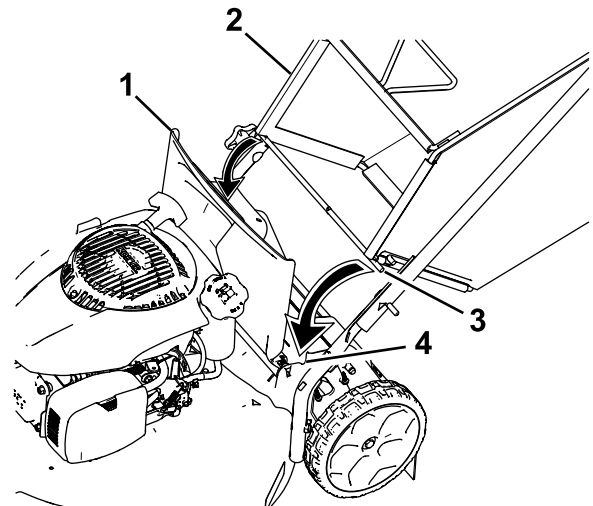

Figure 18
1. Soulevez le déflecteur arrière (Figure 18).
2. Insérez les extrémités de la tige du bac à herbe dans les crans des supports du guidon (Figure 18).